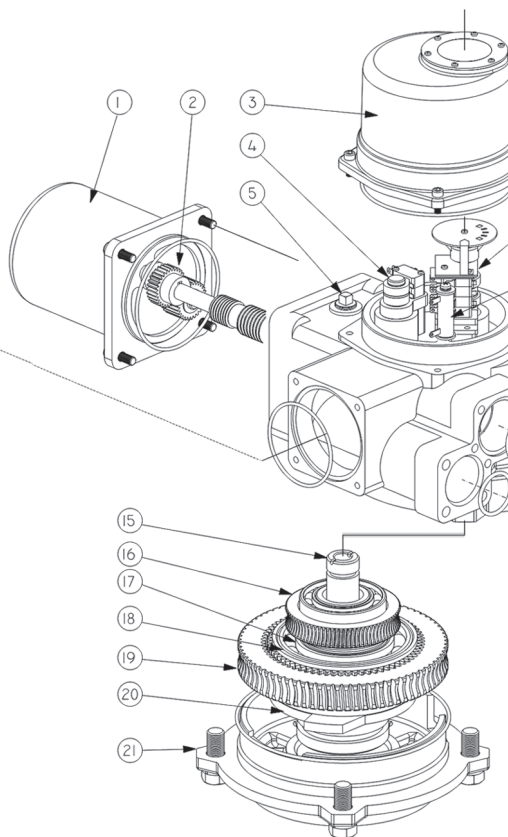
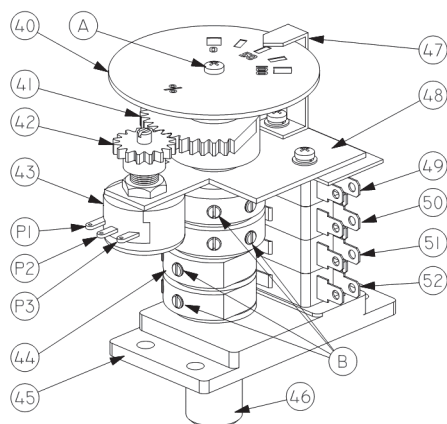
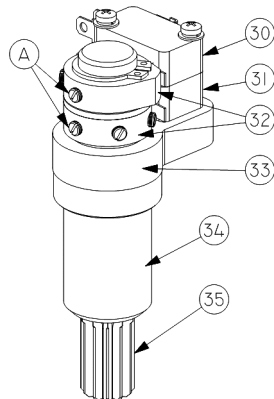

Рис.1 Электропривод ГЗ-ОФ
Рис. 2 Индикатор положения затвора арматуры
Рис.3 Двухсторонняя муфта ограничения крутящего момента
Электропривод состоит из следующих узлов и деталей (рис.1): электродвигателя (1); силового редуктора, в состав которого входит: червячный редуктор (11, 16), червячный редуктор маховика ручного дублера (13,19) и планетарная передача (18); двухсторонней муфты ограничения крутящего момента (моментной муфты) (4); ограничителя хода выходного вала (6); индикатора положения затвора арматуры (40, 47) (рис.2); выходного вала (15); механических упоров открытия и закрытия (9,10); клеммной колодки контактных соединений (23) и корпусных деталей.
Вращение электродвигателя (1) через прямозубую цилиндрическую шестерню (2) передается на червячный редуктор (11, 16), который соединен через планетарную передачу (18) с муфтой сцепления (20). Вращение муфты сцепления обеспечивает вращательное движение выходного вала (15). Выходной вал электропривода механически связан с индикатором положения затвора арматуры (40, 47) (рис.2) и ограничителем хода
Ограничитель хода выходного вала (6) механически связан с выходным валом (15). При достижении ограничителем хода выходного вала заданных параметров микровыключатели (49,50,51,52) (рис.2) отключают электропитание электродвигателя.
Индикатор положения затвора арматуры (40,47) (рис. 2) механически связан с валом ограничителя хода выходного вала. После надлежащей настройки указания индикатора соответствуют определенным положениям затвора арматуры независимо от режима работы электропривода – ручного или электрического.
При достижении предварительно установленной величины крутящего момента в положении ЗАКРЫТО или ОТКРЫТО, либо в случае аварийного заклинивания штока затвора арматуры в промежуточном положении, выходной вал (15) (рис.1) с червячным колесом (16) останавливается, а червяк (11), ввинчиваясь в венец червячного колеса (16), вследствие продолжающегося вращения ротора электродвигателя, начинает перемещаться в осевом направлении, сжимая тарельчатые пружины (12). Величина сжатия тарельчатых пружин определена настроенным крутящим моментом моментной муфты. Поступательное движение червяка (11) приводит к вращению вала моментной муфты (34) (рис.3). Кулачки (32), расположенные на валу моментной муфты, нажимают кнопки муфтовых микровыключателей (30, 31), размыкая цепь управления питанием электродвигателя электропривода.
## 2.6 МЕХАНИЧЕСКИЕ УПОРЫ (рис. 1)